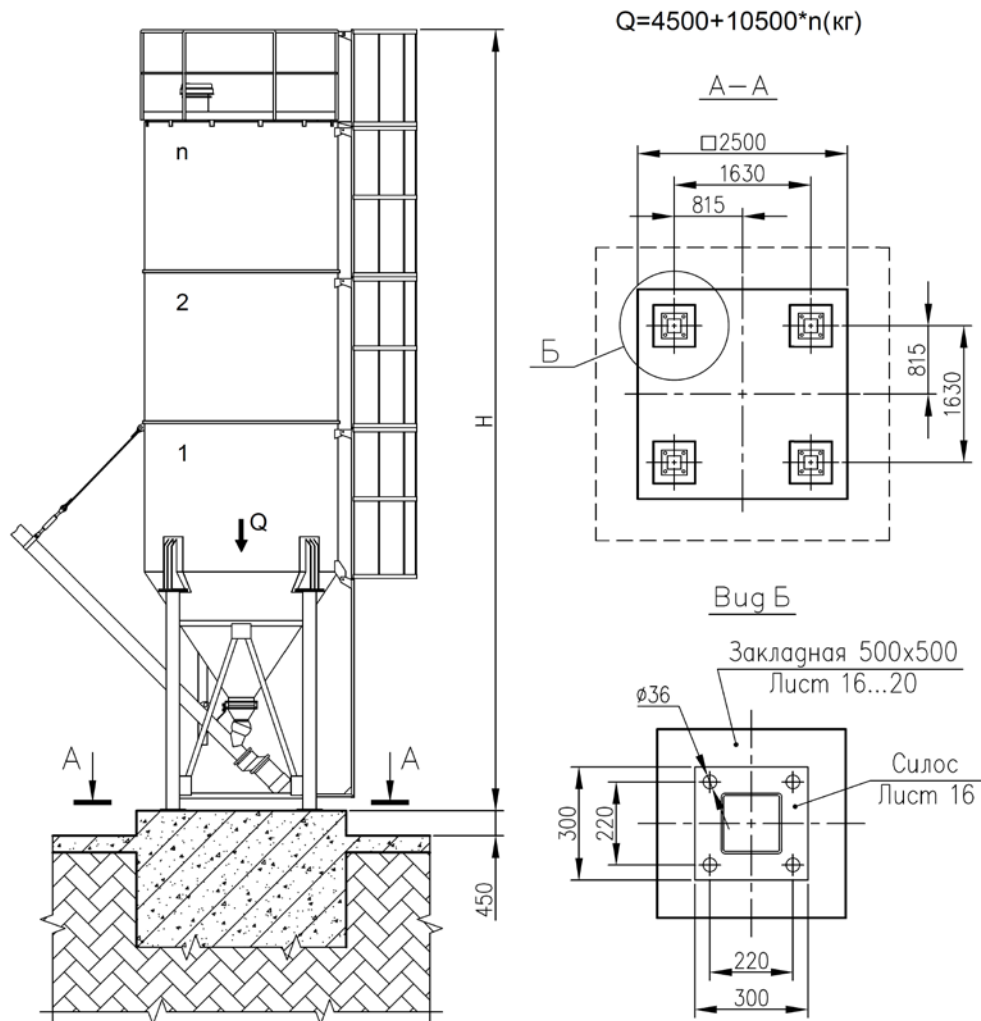

Рис.7. План фундамента
- 4.1 Силос цемента монтируется на бетонном фундаменте. Размеры и координаты фундамента и закладных элементов выполнить в соответствии планом фундамента (рис.7).